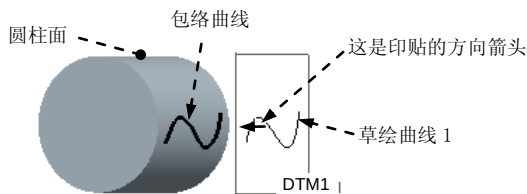
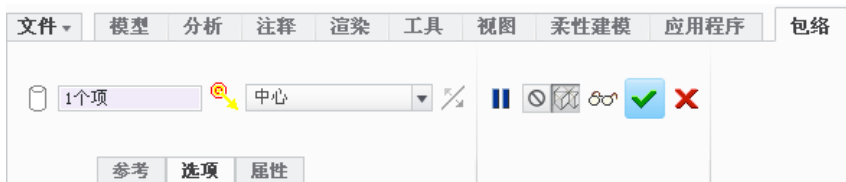

图 3.3.27 创建包络曲线
图 3.3.28 “包络”操控板
如图 3.3.27 所示，现需要将 DTM1 基准平面上的草绘曲线 1 印贴到圆柱面上，产生图中所示的包络曲线，操作步骤如下：
Step2. 选取图 3.3.27 所示的草绘曲线 1。
Step4. 系统弹出图 3.3.28 所示的“包络”操控板，从该操控板中可看出，系统自动选取了圆柱面作为包络曲面，因而也产生了图 3.3.27 所示的包络曲线。